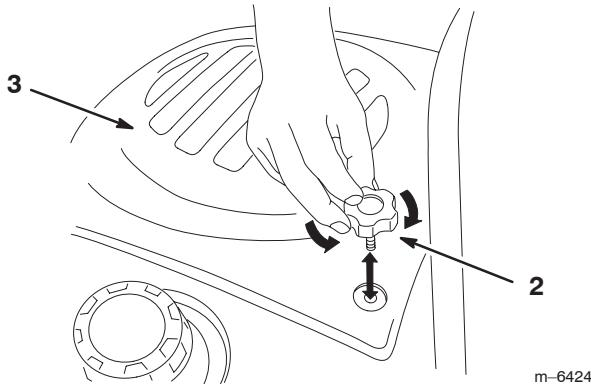

Figure 16
- Pour déposer le capot, desserrez les boutons, tirez le capot en arrière puis soulevez-le (Fig. 16).
- Insérez les boutons dans le capot du moteur (Fig. 16).